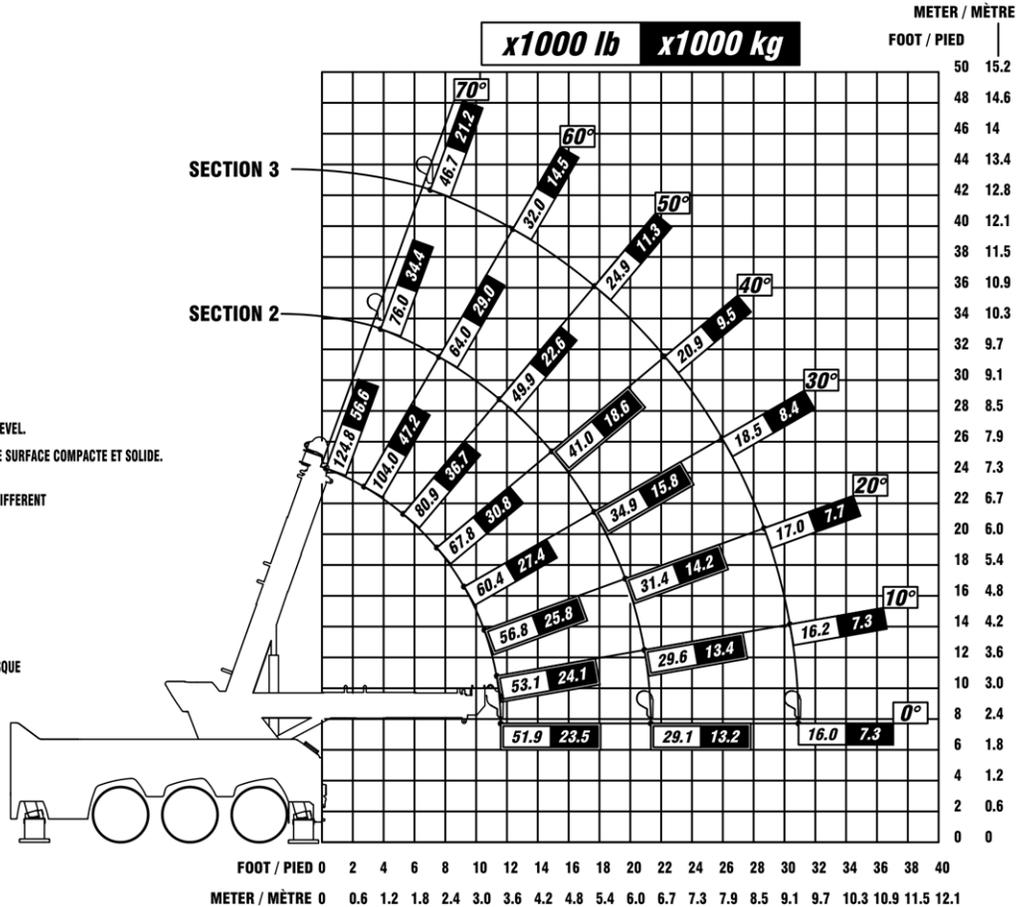

FIGURE 17 – CAPACITÉ DE LEVAGE DU MODÈLE CSR65 À PARTIR DE L'ARRIÈRE
- Figure 17 — Capacité de levage du modèle CSR65 à partir de l'arrière